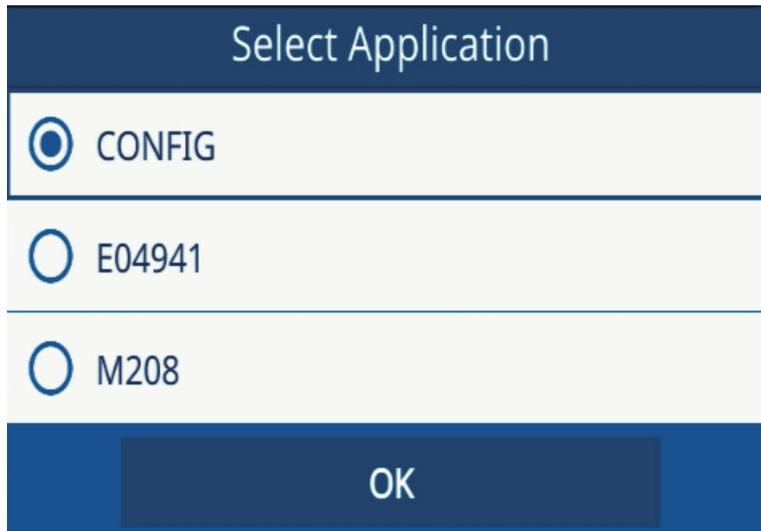

Figure 7-8 Fenêtre de sélection de l'application
3. Sélectionnez l'application dans la fenêtre contextuelle et touchez **OK** (Figure 7-8 à la page 76).